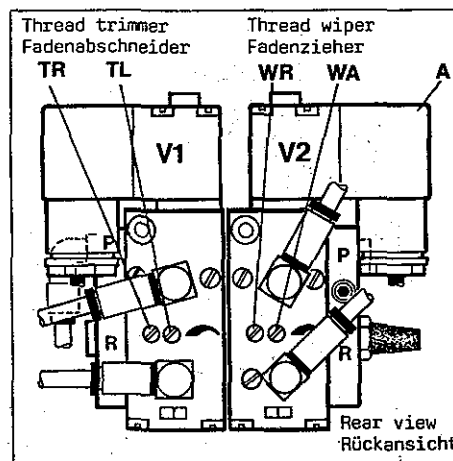
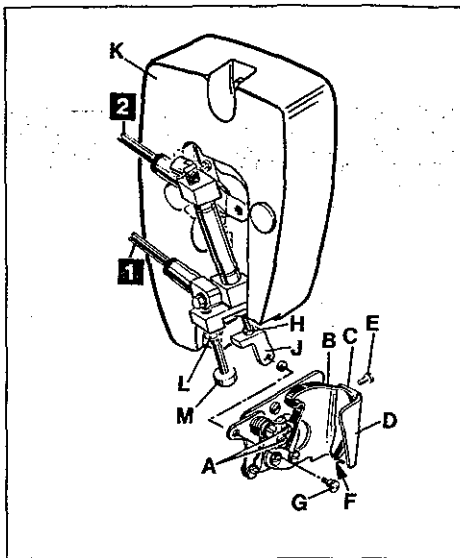
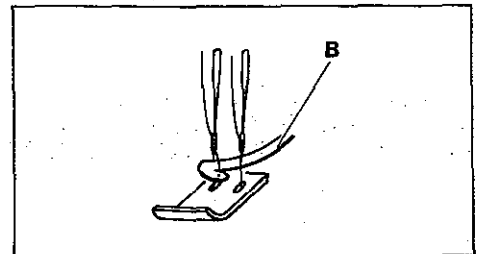
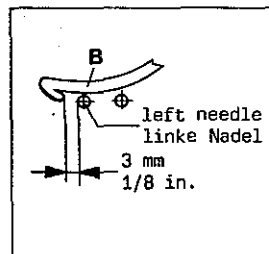

Fig. 51
Fig. 52
Fig. 54
Fig. 55
6.1 Keep power and air supply of thread wiper disconnected by loosening the securing screw and pulling-out plug (A, Fig. 51) on valve (V2) and by disconnecting the PA-tubes (1 and 2, Fig. 52) on the air cylinder of the wiper.
When the hook (B, Fig. 54) returns from left to right it must catch the needle threads and draw them to leaf spring (C, Fig. 52) for clamping.
For adjustment loosen screws (A, Fig. 52), set as required and retighten screws.
6.2 The wiper hook (B, Fig. 52) and leaf spring (C) for clamping the needle threads should be approximately flush at point (F) when the hook (B) is in its right end position.
After loosening screw (E, Fig. 52) set the lower end of leaf spring flush to the lower edge of bracket (D) at point (F). Retighten screw (E).
For adjustment of hook (B, Fig. 52) loosen screw (G) and nut (H) and screw stop (J) in or out as required. Retighten nut (H) and reconnect wiper with screw (G).
6.1 Trennen Sie den Fadenzieher von der Strom- und Luftzufuhr durch Lösen der Sicherungsschraube und herausziehen des Steckers (A, Fig. 51) am Ventil (V2) und durch Lösen der PA-Schläuche (1 und 2, Fig. 52) am Luftzylinder des Fadenziehers.
Wenn der Haken (B, Fig. 54) von links nach rechts zurück schwenkt muß er die Nadelfäden mitnehmen und zum Festklemmen zur Blattfeder (C, Fig. 52) ziehen.
Zur Einstellung lösen Sie die Schrauben (A, Fig. 52), stellen entsprechend ein und ziehen die Schrauben wieder an.
6.2 Der Haken für Fadenzieher (B, Fig. 52) und die Blattfeder (C) zum Klemmen der Nadelfäden müssen in der rechten Endstellung des Hakens (B) im Punkt (F) in etwa bündig sein.
Stellen Sie nach Lösen der Schraube (E, Fig. 52) das untere Ende der Blattfeder (C) bündig zur unteren Kante des Halters (D) bei Punkt (F). Ziehen Sie die Schraube (E) wieder an.
Zur Einstellung des Hakens (B, Fig. 52) lösen Sie die Schraube (G) und die Mutter (H) und schrauben den Anschlag (J), nach Bedarf ein oder aus. Ziehen Sie die Mutter (H) wieder an und verbinden Sie den Fadenzieher wieder mit der Schraube (G).
6.2 Stop screw (M, Fig. 52) limits the motion of the wiper hook to the left. Loosen nut (L) and set the stop screw (M) so that stop (J) strikes against it when the wiper hook (Z, Fig. 55) is 3 mm (1/8 in.) left of the left needle. Retighten nut (L, Fig. 52).
HINT: For disassembling head cover (K, Fig. 52) remove screw (G), the two head cover fastening screws and disconnect PA-tubes (1 and 2).
The speed for the movement of the thread trimmer mechanism to the left for cutting is regulated with screw (TL, Fig. 51) and the speed for the movement to the right in home position is regulated with screw (TR) on valve (V1).
The speed for the movement of the wiper hook to the left is regulated with screw (WL, Fig. 51) and the movement to the right in home position is regulated with screw (WR) on valve (V2).
6.2 Die Anschlagsschraube (M, Fig. 52) begrenzt den Weg des Hakens für Fadenzieher nach links. Lösen Sie die Mutter (L) und stellen Sie die Anschlagsschraube (M) so, daß der Anschlag (J) an ihr anschlägt, wenn der Haken für Fadenzieher (B, Fig. 55) 3 mm links der linken Nadel steht. Ziehen Sie die Mutter (L, Fig. 52) wieder an.
HINWEIS: Entfernen Sie zum Abnehmen des Kopfdeckels (K, Fig. 52), die Schraube (G) sowie die beiden Kopfdeckel-Befestigungsschrauben und lösen Sie die PA-Schläuche (1 und 2).
Die Geschwindigkeit für die Bewegung des Fadenabschneidermechanismus nach links zum Schneiden wird mit der Schraube (TL, Fig. 51) und für die Bewegung nach rechts in die Ruhestellung mit der Schraube (TR) am Ventil (V1) reguliert.
Die Geschwindigkeit für die Bewegung des Hakens für Fadenzieher nach links wird mit der Schraube (WL, Fig. 51) und für die Bewegung nach rechts in die Ruhestellung mit der Schraube (WR) am Ventil (V2) reguliert.